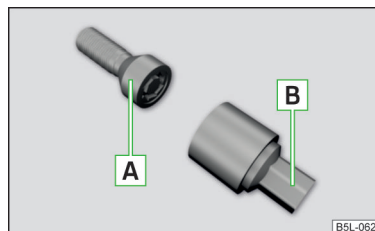

Abb. 239
Die Anti-Diebstahl-Radschrauben schützen die Räder vor einem Diebstahl. Diese lassen sich ausschließlich mit dem Aufsatzstück  » Abb. 239 lösen/festziehen.
- Den Radschlüssel bis zum Anschlag auf die Radschraube stecken. Für die Anti-Diebstahl-Radschrauben das zugehörige Aufsatzstück verwenden » Abb. 239 auf Seite 217.